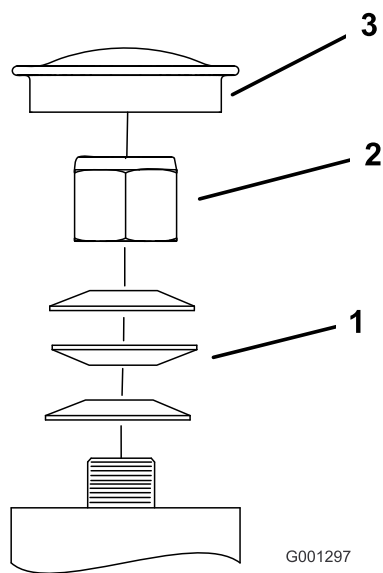

Figura 65
3. Retire el tapón anti-polvo de la rueda giratoria y apriete la contratuerca (Figura 65).
4. Apriete la contratuerca hasta que las arandelas de muelle estén planas, luego afloje la contratuerca 1/4 de vuelta para establecer la pre-carga correcta de los cojinetes (Figura 65).
Importante: Asegúrese de que las arandelas de muelle están correctamente instaladas, según se muestra en Figura 65.
5. Coloque el tapón anti-polvo (Figura 65).